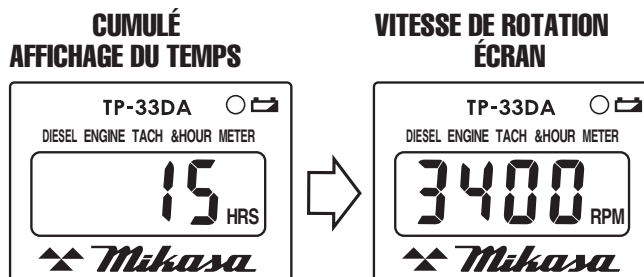

Figure 41. Tachymètre/Horamètre (Vitesse de rotation)
6. Quand le moteur démarre, le tachymètre/horamètre affiche la **vitesse de rotation (TR/MIN)**. Voir la Figure 41.